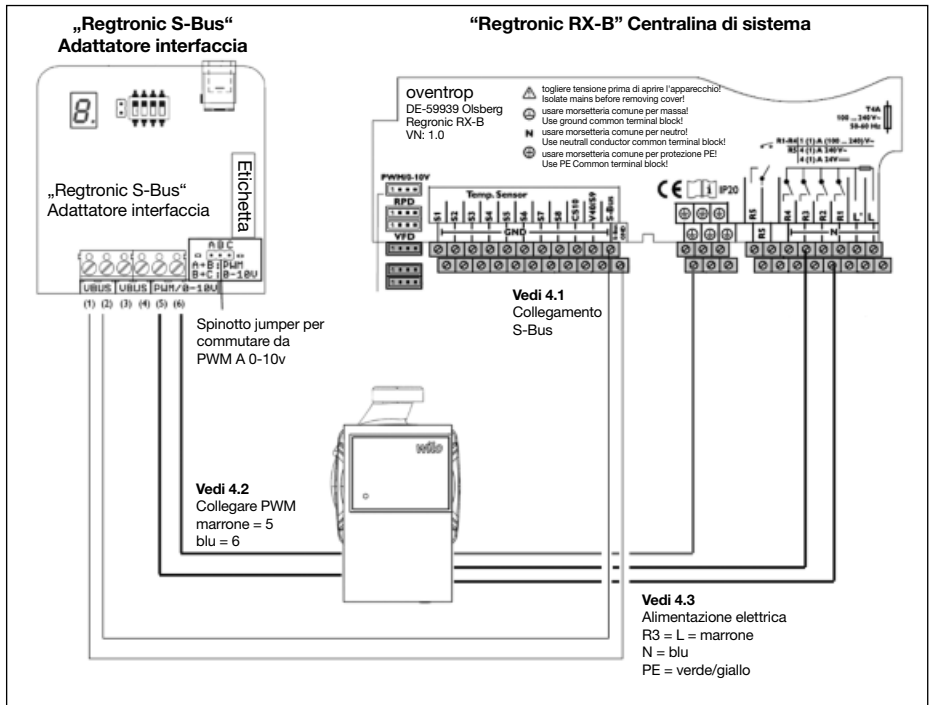

Fig. 5.4 Schema collegamento
- 4.1. Aprire il coperchio-alloggiamento della centralina "Regtronic RX-B" e collegare il raccordo V-Bus dell'adattatore di interfaccia „Regtronic S-Bus“ con il raccordo S-Bus della centralina (vedi Fig. 5.4), - l'inversione di polarità è a scelta.